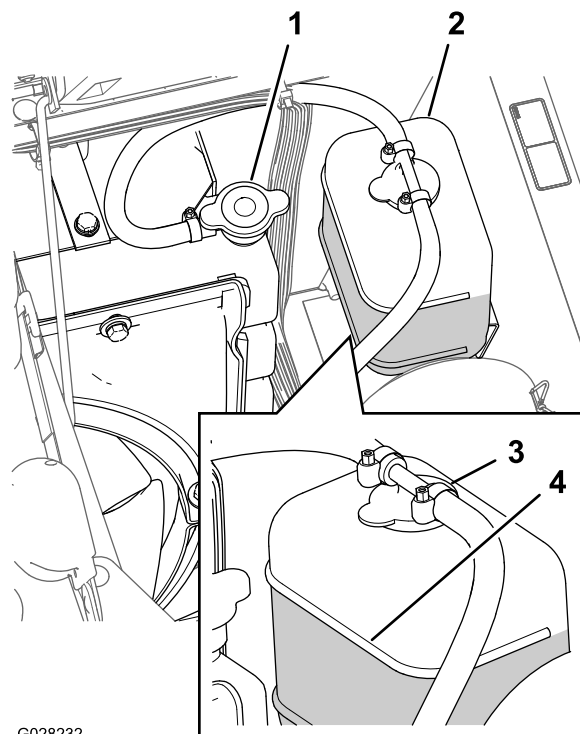

図 100
- ラジエーターと補助タンクのキャップを注意深く開ける 図 100
注 ラジエーターは補給口の首の上部まで、補助タンクはFULLマークまであれば適正です 図 100。
5. 不足であれば補助タンクとラジエーター本体に補給するラジエーターは首の部分まで、タンクはFULLマークまで入れる 図 100。
6. ラジエーターと補助タンクのキャップを閉める 図 100。
2. エンジンが十分に冷えているのを確認してラジエーターのキャップを開ける (図 100)。
6. ラジエーターキャップを取る 図 100。
8. ラジエーターのキャップを軽く締めてエンジンを始動する 図 100。
10. 冷却液の温度が上昇したら、ラジエーターをキャップの縁まで一杯に満たす 図 100。
11. 補助タンクのキャップを開けて、Coldレベルまで冷却液を補充する 図 100。